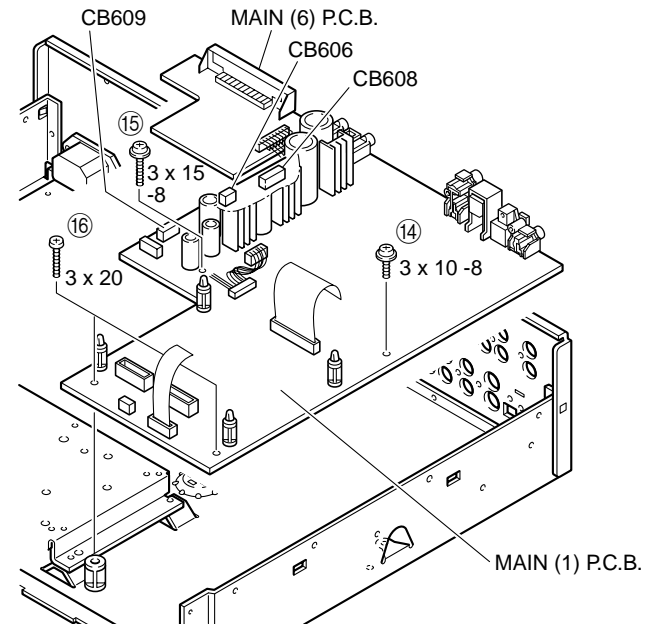

Fig. 11
- Disconnect the connectors CB606, CB608 and CB609. (Fig. 11)
- Remove 1 screw (14) and (15) and remove 2 screws (16) and then remove the MAIN (1) and (6) P.C.B. (Fig. 11)
10. MAIN (1)、(6) P.C.B.の外し方
- コネクタCB606、CB608、CB609を外します。(Fig. 11)
- 14のネジ1本、15のネジ1本、16のネジ2本を外し、MAIN (1)、(6) P.C.B.を取り外します。(Fig. 11)